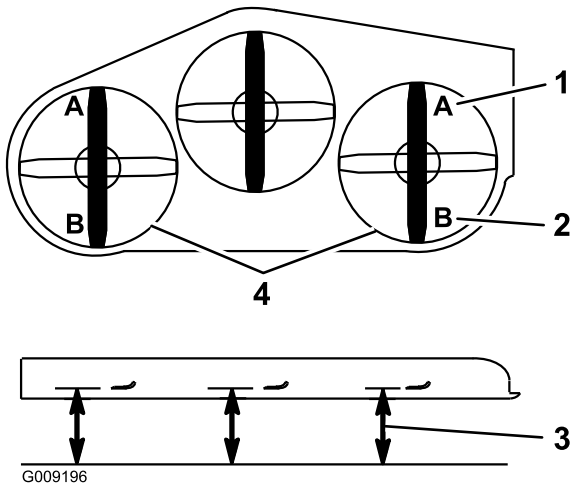

図 77
- 9. デッキの左右両側で、図 77 に示すように、水平な床面から各ブレードの刃先までの高さを測定するA位置。
16. デッキの左右両側で、図 77に示すように、水平な床面から各ブレードの後の刃先までの高さを測定するB位置。